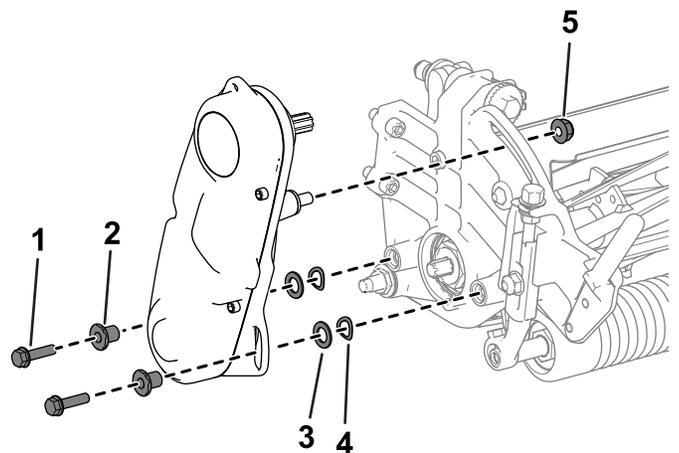

Figure 33
2. Retirez les fixations qui maintiennent le système d'entraînement du cylindre sur la plaque latérale (Figure 33).
- Déposez l'entraînement du cylindre, les rondelles plates, les rondelles élastiques et les entretoises de la plaque latérale (Figure 33).